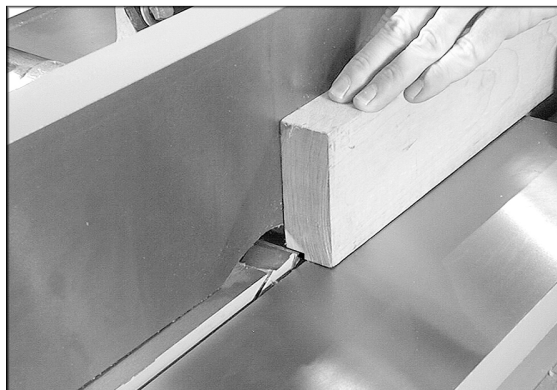

Рис. 28
Шпунт представляет собой канавку, прорезанную вдоль торца заготовки. См. Рис. 28. Ширина и толщина заготовки, предназначенной для изготовления шпунта, зависит от ширины и длины самого шпунта. Однако, **запрещается** изготовление шпунта на заготовке длиной менее 300 мм.
4. Подключите станок к источнику питания. Опускайте подающий стол на 0,80 мм за один проход. Продолжайте работу до тех пор, пока не будет получен шпунт нужной глубины. См. Рис. 28. ПРИМЕЧАНИЕ: проще и безопаснее выполнить несколько проходов с малой глубиной резания.